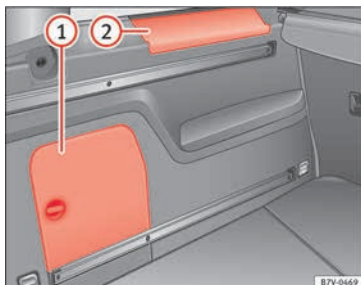

Fig. 188 En el maletero: compartimento portaobjetos lateral.
En el lateral del maletero hay otros compartimentos » fig. 188 ① y ②. Para abrir el compartimento ①, gire el cierre en el sentido de las agujas del reloj. Para abrir el compartimento ②, levante la cubierta. En el compartimento ① puede encontrarse el **cambiador de CD** montado de fábrica. En la cubierta del compartimento ① pueden guardarse de modo seguro las cubiertas de los soportes de la bandeja.